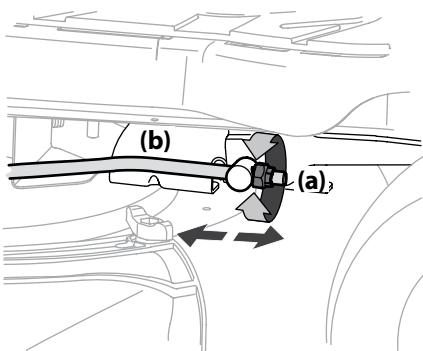

Figura 4-5
- Ubique la tuerca de seguridad con brida en el extremo frontal de la varilla de elevación de la PTO (b). Consulte la Figura 4-5.